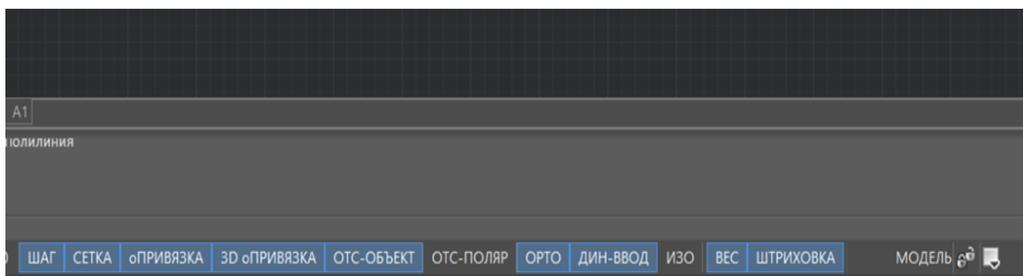

Рис. 2.29
1. Кнопки включения/отключения режимов (рис. 2.29):